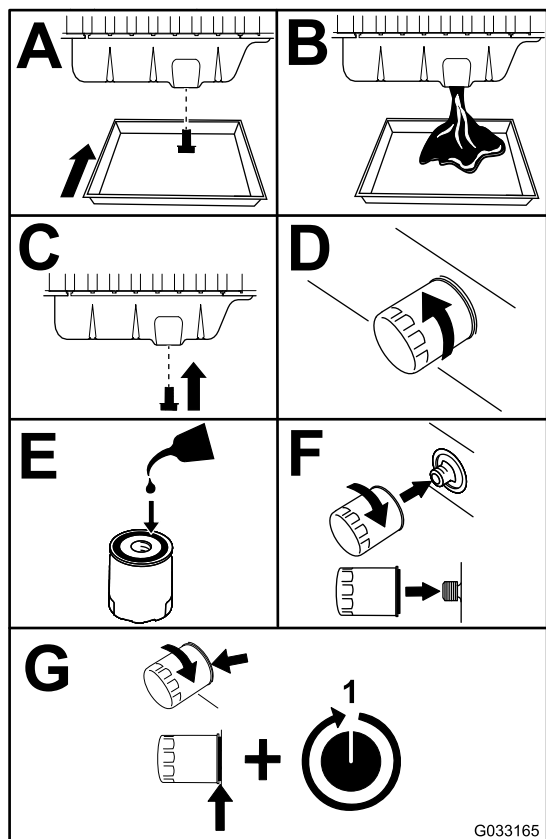

Figure 73
3. Vidangez l'huile moteur et remplacez le filtre à huile (Figure 73).